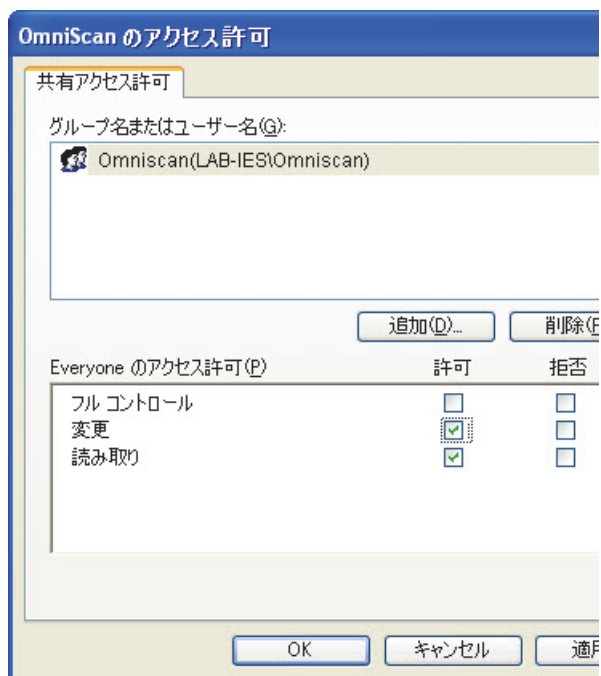

図 7-17 OmniScan のアクセス許可ダイアログボックス (Windows XP)
11. **Omniscan のアクセス許可**ダイアログボックスに戻り、**許可欄の変更と読み取り**チェックボックスを選択し、OK をクリックします (228 ページの図 7-17 参照)。